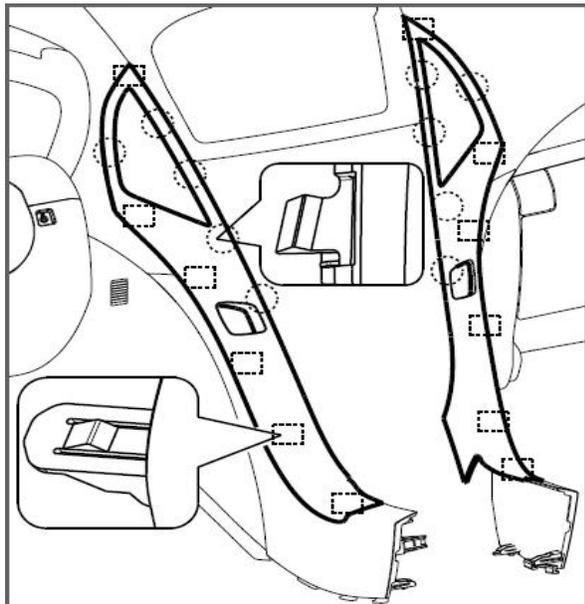

图 1.5.15 中左、中右风口总成 (1)
- (1) 先拔开风口总成尾端的卡脚，尾端的卡脚需要从中控护板内测绕过中控护板旋转到中控护板外侧；
- (2) 沿上图中箭头方向从下往上拔开各卡扣卡脚，如上图 1.5.15 所示。用手抓住风口总成小心拔起，不要把卡扣卡脚弄断；
- (3) 拔掉线束接插件，再将中风口总成完全取出即可。